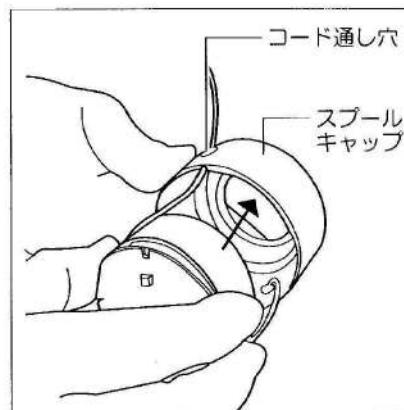

図13
- ①スプールから出ているコードの先端を、スプールキャップのコード穴に通しスプールを押し込んでください。(図13参照)
②スプールを取付けたスプールキャップをスプールキャリヤに差込みます。